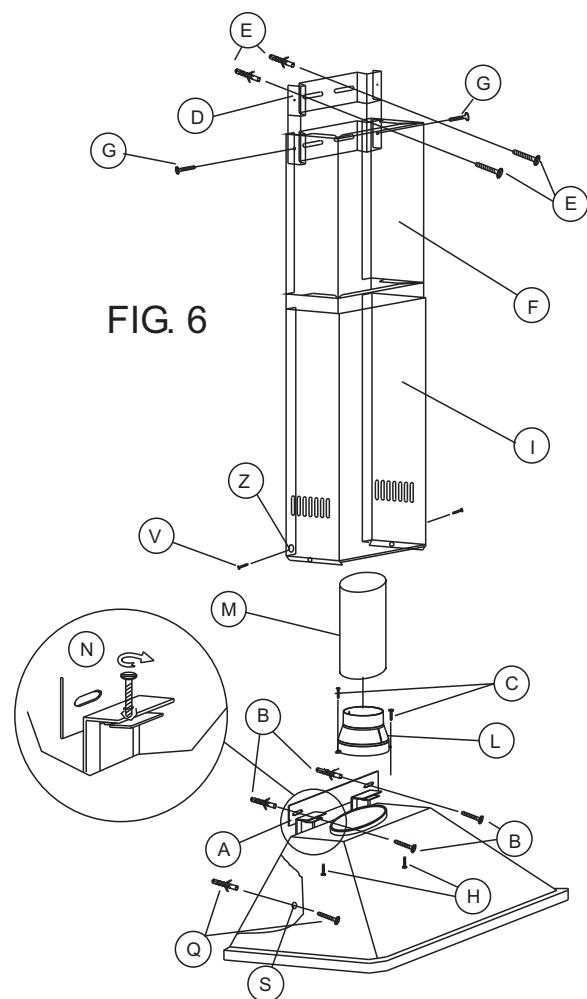

FIG. 6
- 2) Fissare la staffa al muro (Fig. 6/A) tramite le due viti più i due tasselli (Fig. 6/B). Per alcuni modelli le viti di fissaggio staffa potrebbero essere quattro.
la flangia (Fig. 6/L) sull'uscita del motore.
- 4) Agganciare la cappa alla staffa o fissare la cappa alla staffa tramite le viti fornite in dotazione, a seconda del tipo di staffa, controllando che l'operazione sia eseguita correttamente. Alcuni modelli potrebbero avere per il livellamento o regolazione verticale delle apposite viti da ruotare (Fig. 6/N).
- 5) Per una corretta installazione, la cappa è provvista (nella parte posteriore della scocca) di due fori Ø8mm (5/16) (Fig. 6/S) dove vanno inserite due viti di bloccaggio a muro con tasselli (Fig. 6/Q). Assicurarsi che tutte le parti siano ben fissate e che le parti in movimento siano ben protette.
In versione aspirante collegare alla flangia un tubo uscita aria Ø 150 mm (5"29/32) o Ø 125 mm (4"59/64), non fornito a corredo, (Fig. 6 e 8/M). **ATTENZIONE:** Per ridurre il rischio di fuoco usate solo tubazioni metalliche.
- 1) Fissare la staffa al muro (Fig. 6 e 8/D) in base all'altezza desiderata dei tubi, tramite le due viti con tassello (Fig. 6 e 8/E).
- 2) Fissare il tubo corto (Fig. 6 e 8/F) alla staffa tramite le due viti (Fig. 6 e 8/G).
- 3) Applicare dal davanti il tubo lungo (Fig. 6 e 8/I) allargando leggermente le due facce laterali.
- 4) Fissare il tubo lungo agendo dall'interno della cappa tramite le due viti (Fig. 6 e 8/H), dopo aver inserito i dadi in gabbia. In alcuni modelli il tubo lungo può essere fissato da fuori, tramite due viti (Fig. 6/V) da inserire negli appositi fori ai piedi del tubo (Fig. 6/Z). Per alcuni modelli dotati di due staffe uguali per il monataggio dei tubi, montare la seconda staffa sul filo superiore della cappa sempre con due viti più tasselli e fissare il tubo esterno a questa seconda staffa lateralmente con le viti fornite in dotazione.